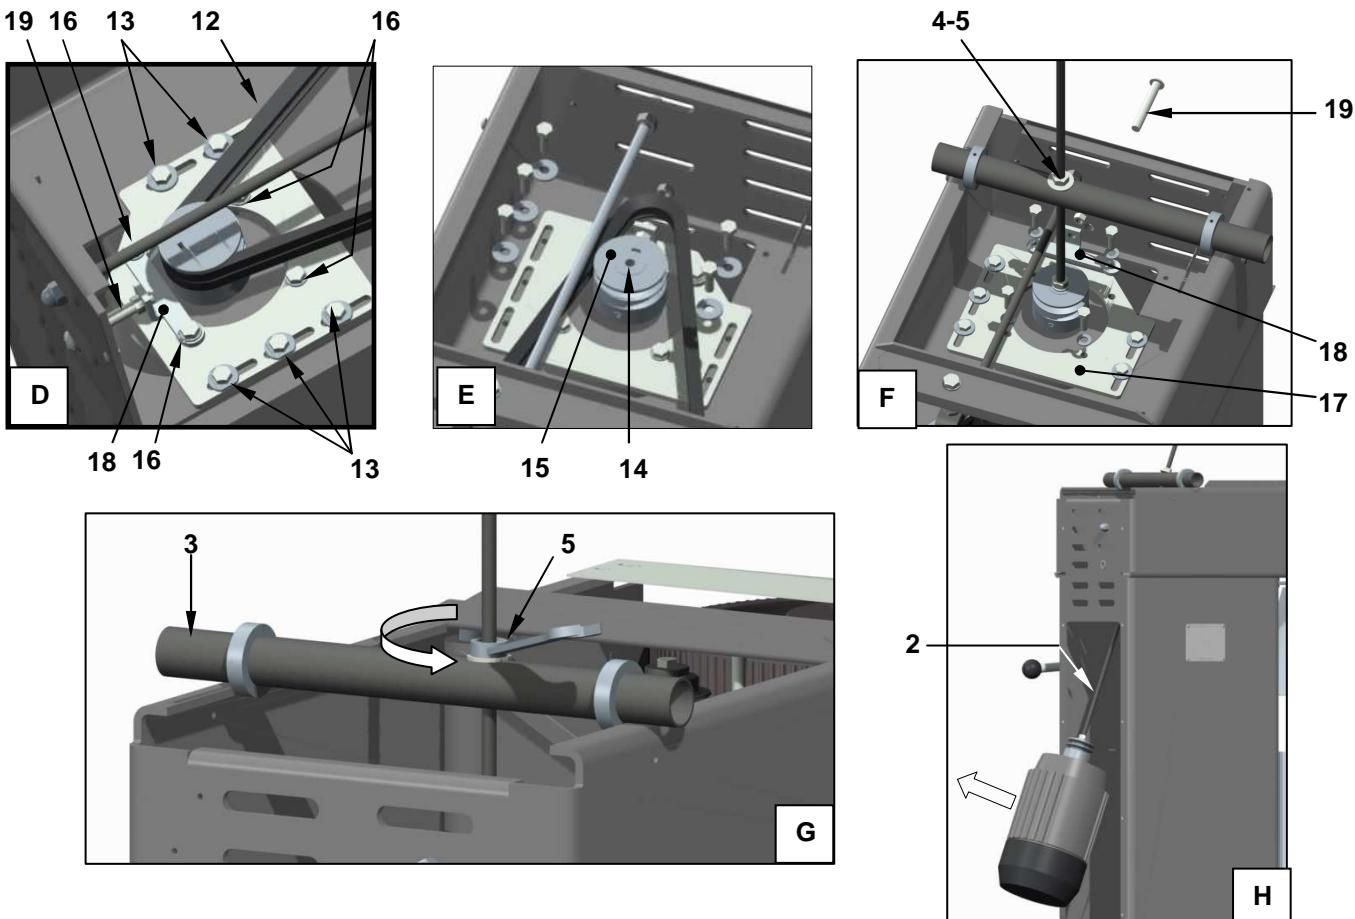
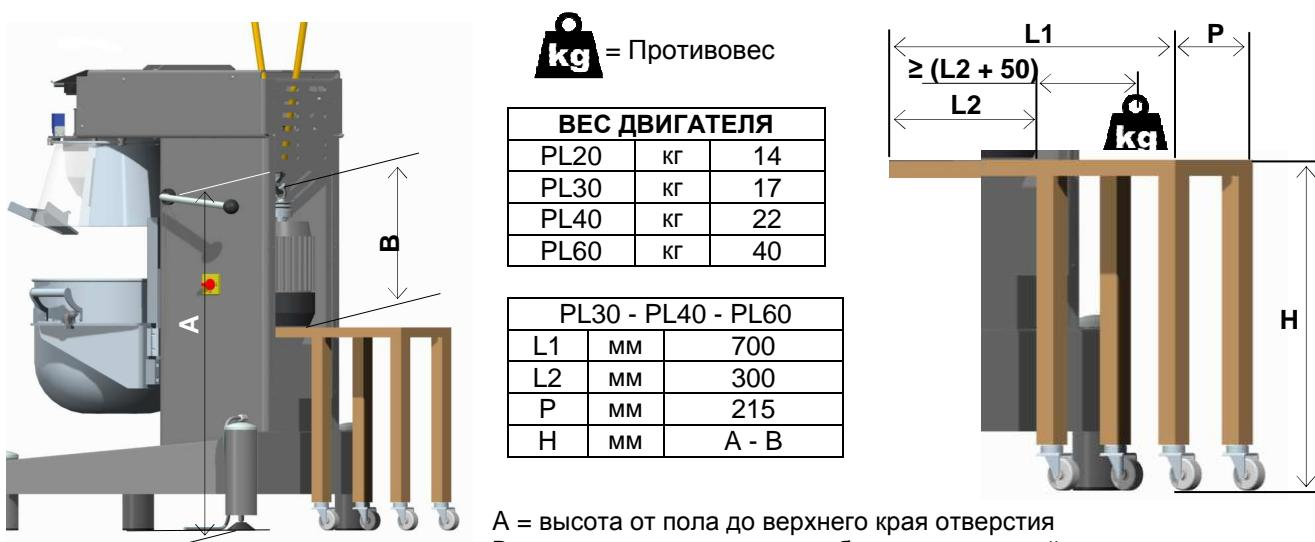

Рисунок 20 – Демонтаж/установка двигателя насадки (PL30 - PL40 - PL60)
Рисунок 21 – Инструмент для упрощения процедуры установки/демонтажа двигателя
См Рисунок 20, замена двигателя рис.1 подготовить, доступный в продаже, необходимый материал:
- d) установить диски рис.20 на трубке таким образом, чтобы их расстояние было меньше верхнего отверстия головки двигателя;
- e) изъять рифлённый кронштейн рис.2, вставить его в сквозное отверстие трубы рис.3, вставить прокладку рис.4 и зажать гайку рис.5; кронштейн должен находиться между двумя дисками рис.20; с противоположной стороны закрутить вторую гайку рис.6;
- f) закрутить рифлённый кронштейн со стороны гайки рис.6, в резьбовое отверстие рис.14 вала двигателя, накладывая вторую прокладку (такую же, как на рис.4); диски рис.20 должны оставаться во внутренней части головки двигателя;
- g) передвинуть гайку рис.6 и прокладку в ней к верхней точке шкива рис.15; приложить трубку рис.3 к тыльной стороне головки двигателя, переместить диски рис.20 и переместить их приблизительно на 2 мм от пластин, согнутых к внутренней части головки двигателя; обозначить позицию дисков на трубке; извлечь рифленый кронштейн и заблокировать каждый диск на трубке с помощью эластичного штепселя диаметром 4 мм рис. 21 (осуществить сквозное радиальное отверстие в центре толщины каждого диска трубы на предварительно обозначенной позиции). Если диски стальные, возможно зафиксировать их на трубе с помощью пайки.
Начало Рисунок 20 - Демонтаж/установка двигателя, приводящего в движение насадки
В этом случае нет необходимости выдвигать двигатель наружу, избегая при этом перенапряжения сил и риска нанесения ушибов; достаточно закрутить рым-болт в вал двигателя и с помощью подъёмника (крана, лебёдки и др.), используя тросы или ремни соответствующей грузоподъёмности, опустить двигатель на консоль и извлечь его с помощью тележки. Если тележка не обладает характеристиками, необходимыми для предотвращения её опрокидывания вследствие чрезмерного веса двигателя, необходимо поместить на неё противовес, превышающий вес двигателя как минимум на 10 кг (см. таблицу веса двигателей). Посмотрите Рисунок 21; на изображении указаны (исключительно в качестве информации) габариты тележки и позиция на ней противовеса.
Посмотрите Рисунок 20, для установки двигателя (после перемещения шкива) необходимо:
- повернуть гайку одной рукой рис.5 и другой рукой задвинуть двигатель в отверстие тыльной стороны цоколя (не актуально в случае наличия подручного инструмента, изображённого на Рисунок 21); когда двигатель полностью находится в цоколе и кронштейн в вертикальной позиции, можно оставить его; продолжать поворачивать гайку р.5 до окончательной установки фланца двигателя под плиту рис.17.